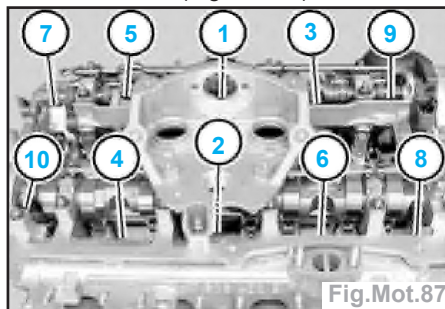

Fig.Mot.87
- Détacher dans l'ordre de (10 à 1) les vis de culasse en procédant de l'extérieur vers l'intérieur (Fig.Mot.87).
- Serrer les vis de culasse dans l'ordre de (1 à 10) à 30 Nm + 90° + 90° (Fig.Mot.87).